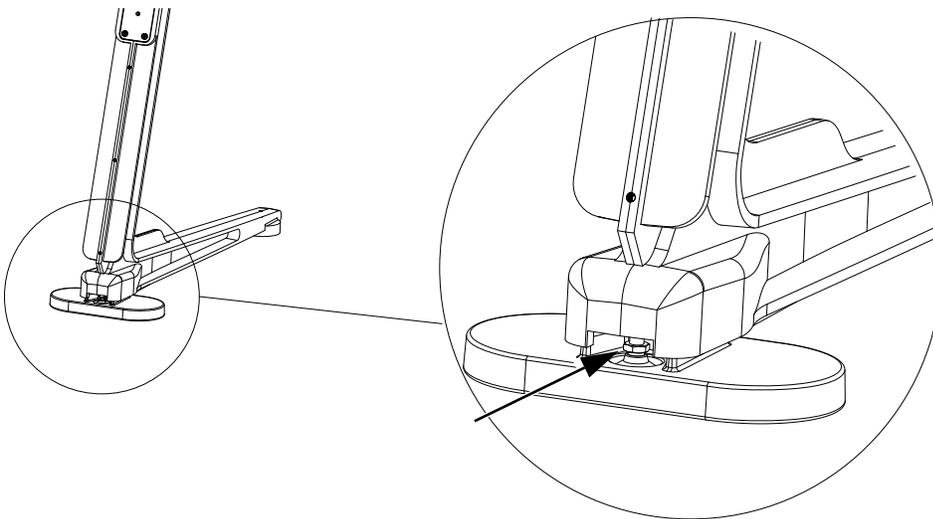

Figura 7. Nivelador de patas posteriores
- Utiliza la llave de boca de 13 mm (incluida con las patas) y ajusta los pies niveladores (consulta Figura 7). Al mirar los pies desde arriba, gira la llave en la dirección de las agujas del reloj para elevarlo, o en la dirección contraria para bajarlo.